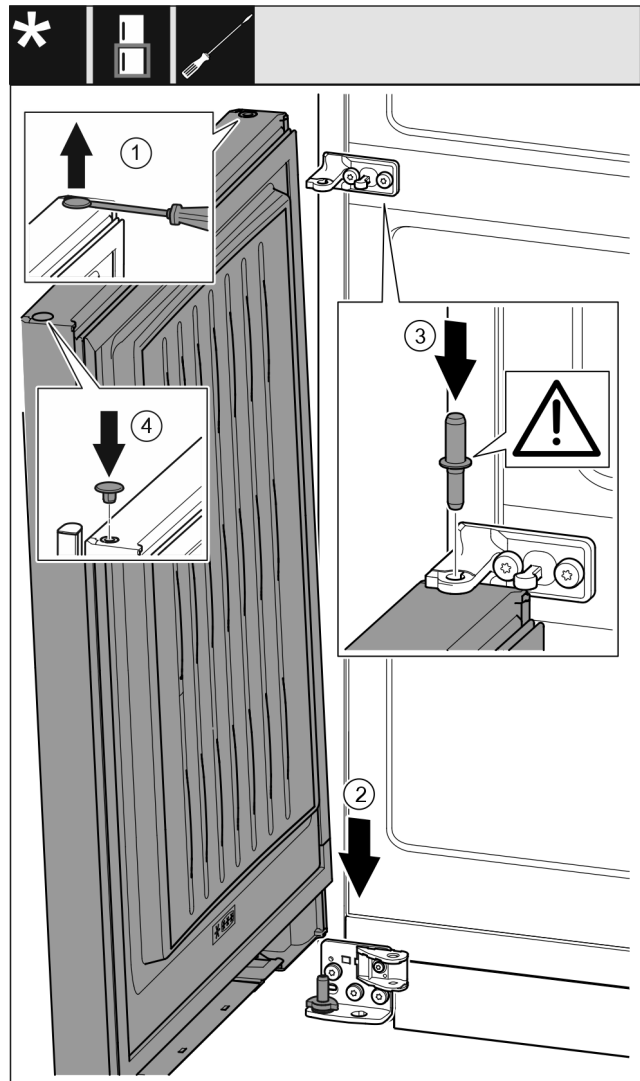

Fig. 37
- Odvijačem s ravnom glavom oprezno podignite čep Fig. 37 (1) i izvadite ga.
- Stavite vrata Fig. 37 (2) odozgo na donji svornjak ležaja.
- Umetnite srednji svornjak ležaja Fig. 37 (3) kroz srednji podložak ležaja u donja vrata. Pritom se pobrinite za to da je uskočna izbočina okrenuto prema natrag.
- Ponovno umetnite čep Fig. 37 (4) na drugu stranu vrata.